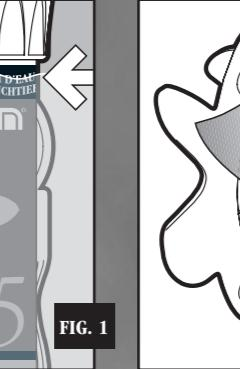

FIG. 1
Le chauffe-eau est complètement submersible et pour fonctionner correctement il doit être immergé au moins jusqu'au repère "NIVEAU MINIMUM DE L'EAU" (fig. 1).
- ◆ Der chauffage doit être immergé au minimum jusqu'à l'indication "NIVEAU MINIMUM DE L'EAU" (fig. 1).
Der Regelheizer kann vollständig eingetaucht werden und muss mindestens bis zur Anzeige "MINDEST-TAUCHTIEFE" (Fig. 1) unter Wasser sein.
- ◆ Il riscaldatore deve essere immerso almeno sino all'indicazione "LIVELLO MINIMO DELL'ACQUA" (fig. 1).
Il riscaldatore è completamente sommersibile e deve essere immerso almeno sino all'indicazione di "LIVELLO MINIMO DELL'ACQUA" (fig. 1).
- ◆ El termocalentador se sumergirá como mínimo hasta la indicación "NIVEL MÍNIMO DE AGUA" (fig. 1).
El termocalentador es completamente sumergible, y para que funcione correctamente se debe sumergir al menos hasta la marca "NIVEL MÍNIMO DE AGUA" (fig. 1)